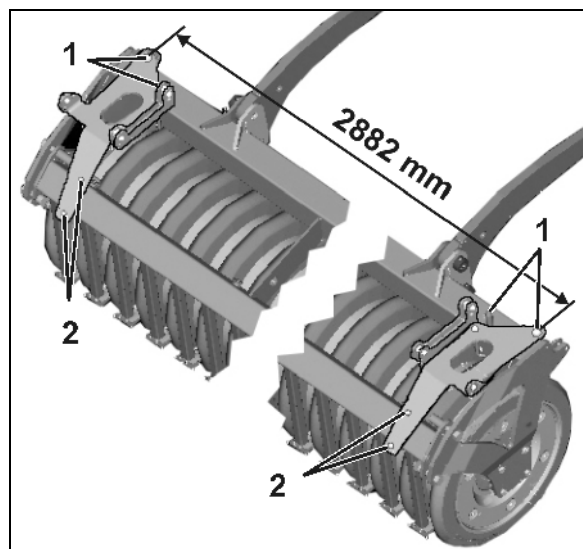

Fig. 22
- 1.1 Bruk klembøyle foran (Fig. 22/1).
- 1.2 Bruk klemplate og skruer bak (Fig. 22/2).